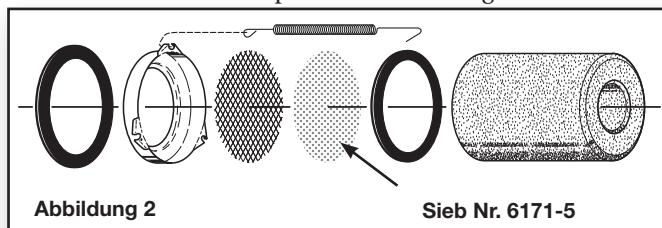

Abbildung 2
**EINBAU DES SIEBS** – Wie in Abbildung 2 gezeigt, wird das Sieb mit Maschenweite 100 zwischen der Ausgangssiebichtung und dem Ausgangssieb mit Maschenweite 10 installiert. Anschließend wird diese Baugruppe als erster Kern in den austauschbaren Saugfilter mit der Siebseite zuerst eingesetzt. Auf diese Weise befindet sich das Sieb an der Ausgangsseite des